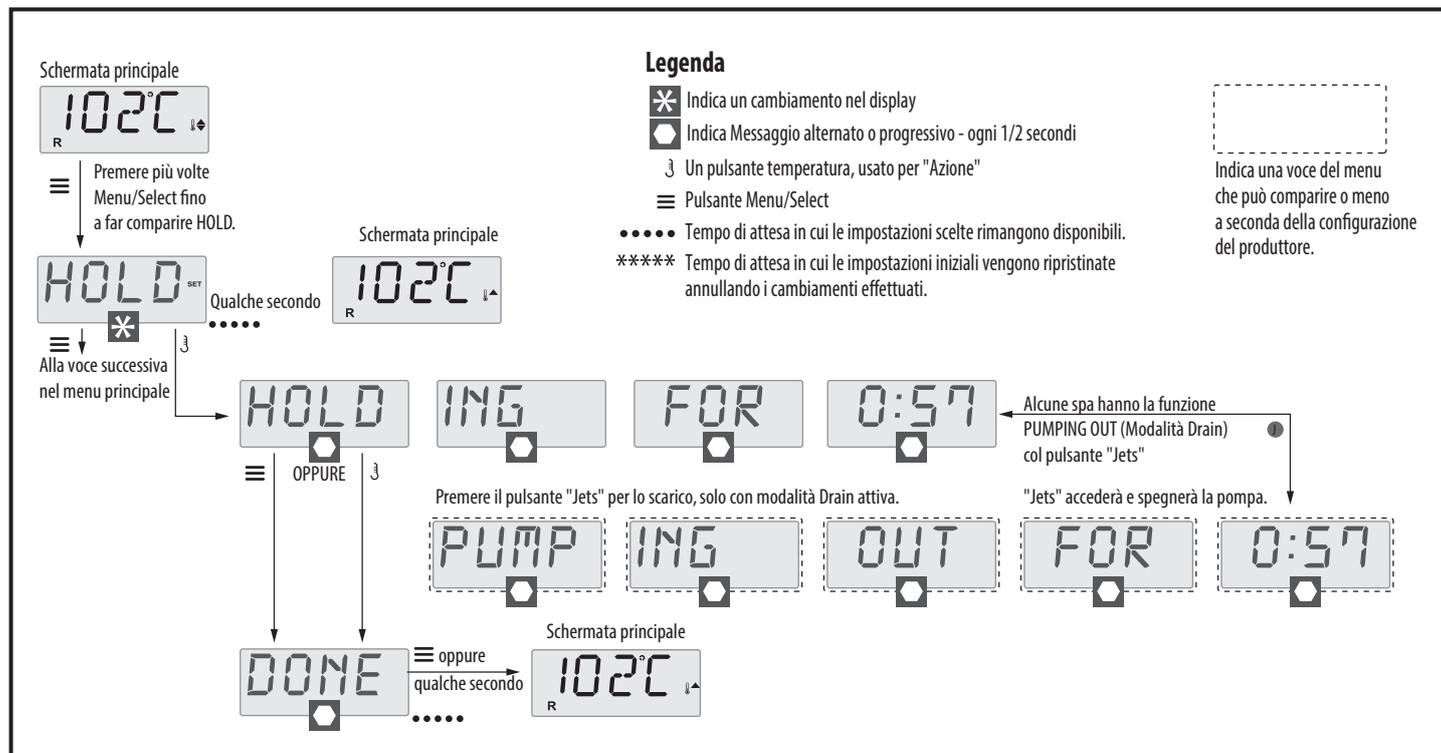

Figura 19: schema modalità HOLD
**Modalità Drain:** Alcune minipiscina sono dotate di una funzionalità speciale che permette a una pompa di essere impiegata nello scarico dell'acqua. Questa modalità è inclusa nel menù HOLD (vedi Figura 19) e si esaurisce dopo 1 ora come la modalità HOLD.